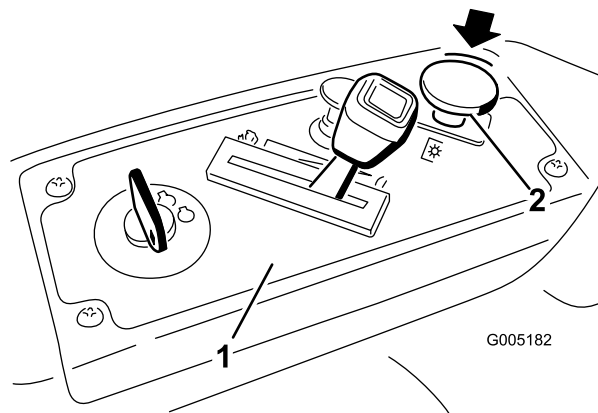

Figura 15
Presione hacia abajo del mando de control de las cuchillas para desplazarlo a la posición de Desengranado y desengranar las cuchillas (Figura 15).
1. Desengrane las cuchillas moviendo el mando de control de las cuchillas a Desengranado (Figura 15).
2. Ponga el acelerador a un punto entre Rápido y velocidad media (Figura 15).